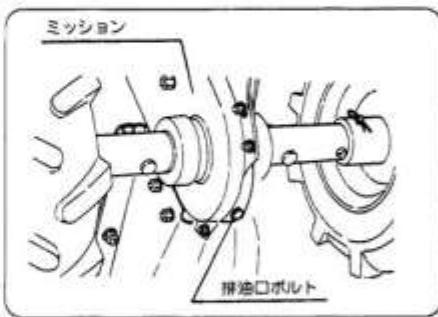

図35
- ミッションケース下部にある排油口ボルトを取り外して汚れたオイルを流し出してください。(図35)